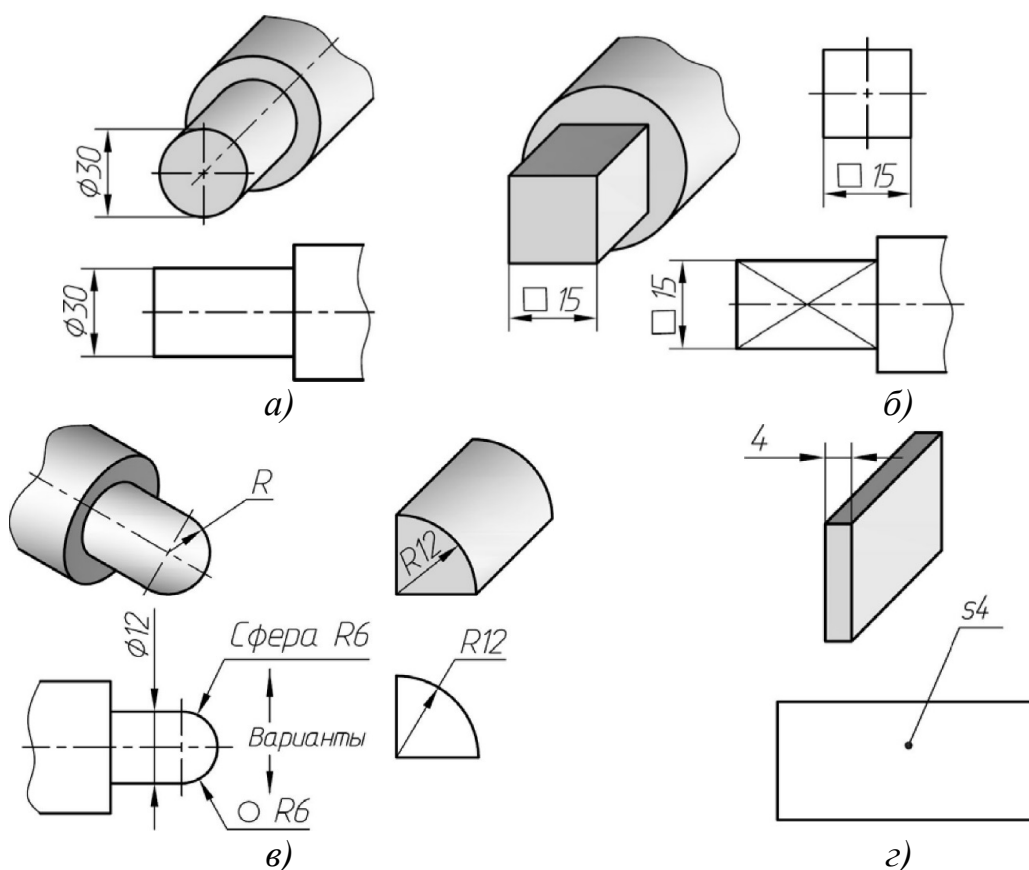

Рис. 72. Примеры нанесения специальных знаков
Ø – диаметр окружности (рис. 72, а));
□ – квадратный элемент (рис. 72, б));
R – радиус дуги окружности, сферы (рис. 72, в));
S – толщина детали (рис. 72, г)).